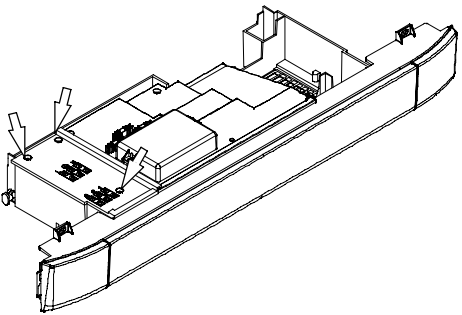

fig. 7.5
- Svitare le viti e rimuovere il coperchio copri morsettiera fig. 7.5